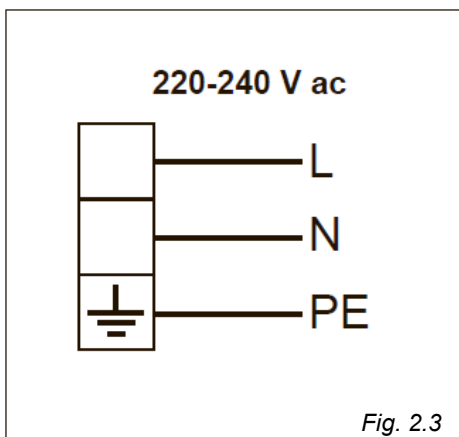

Fig. 2.3
- Ligue os fios de fase, neutro e de terra na caixa de conexões "G" de acordo com o esquema da fig. 2.3.